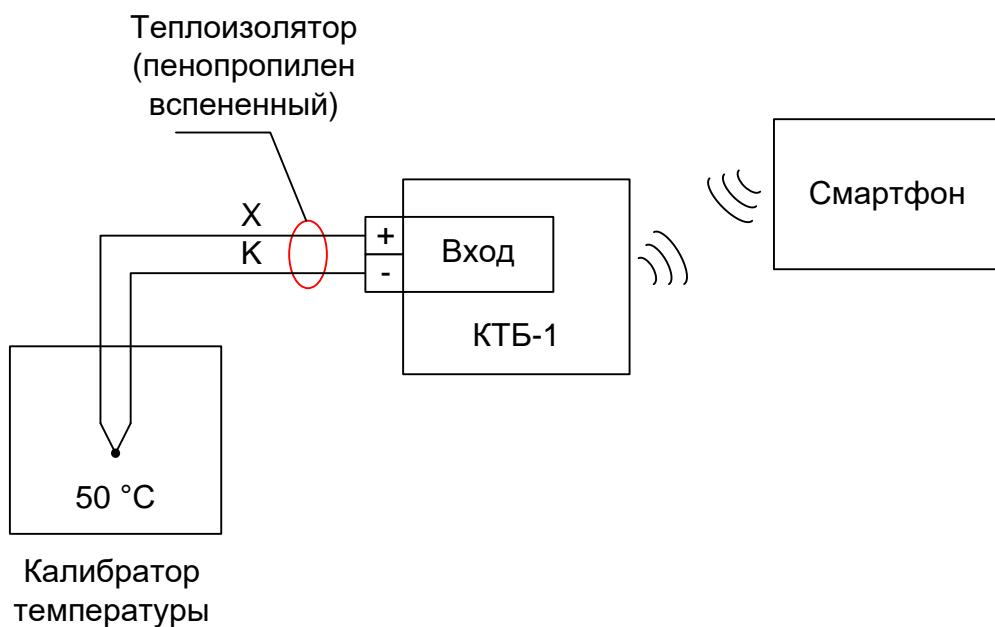
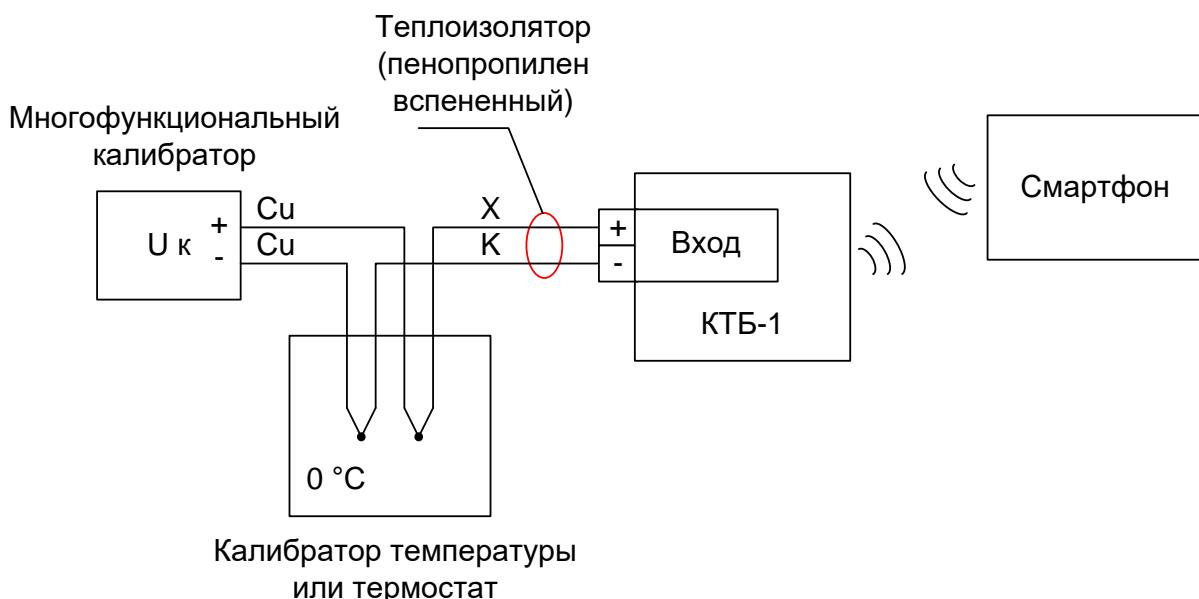

Рисунок 17 – Проверка КТБ-1 с использованием калибратора температуры
Рисунок 18 – Проверка КТБ-1 с использованием термостата и калибратора напряжений
Включение переключателя «Включить компенсацию температуры ХС» позволяет проводить проверку метрологических характеристик прибора при непосредственном подключении термопары и использовании калибратора температуры (рис. 17) или с использованием компенсационных проводов с рабочей НСХ ХК (L), термостата нулевого (0°C) и калибратора напряжения (рис. 18).